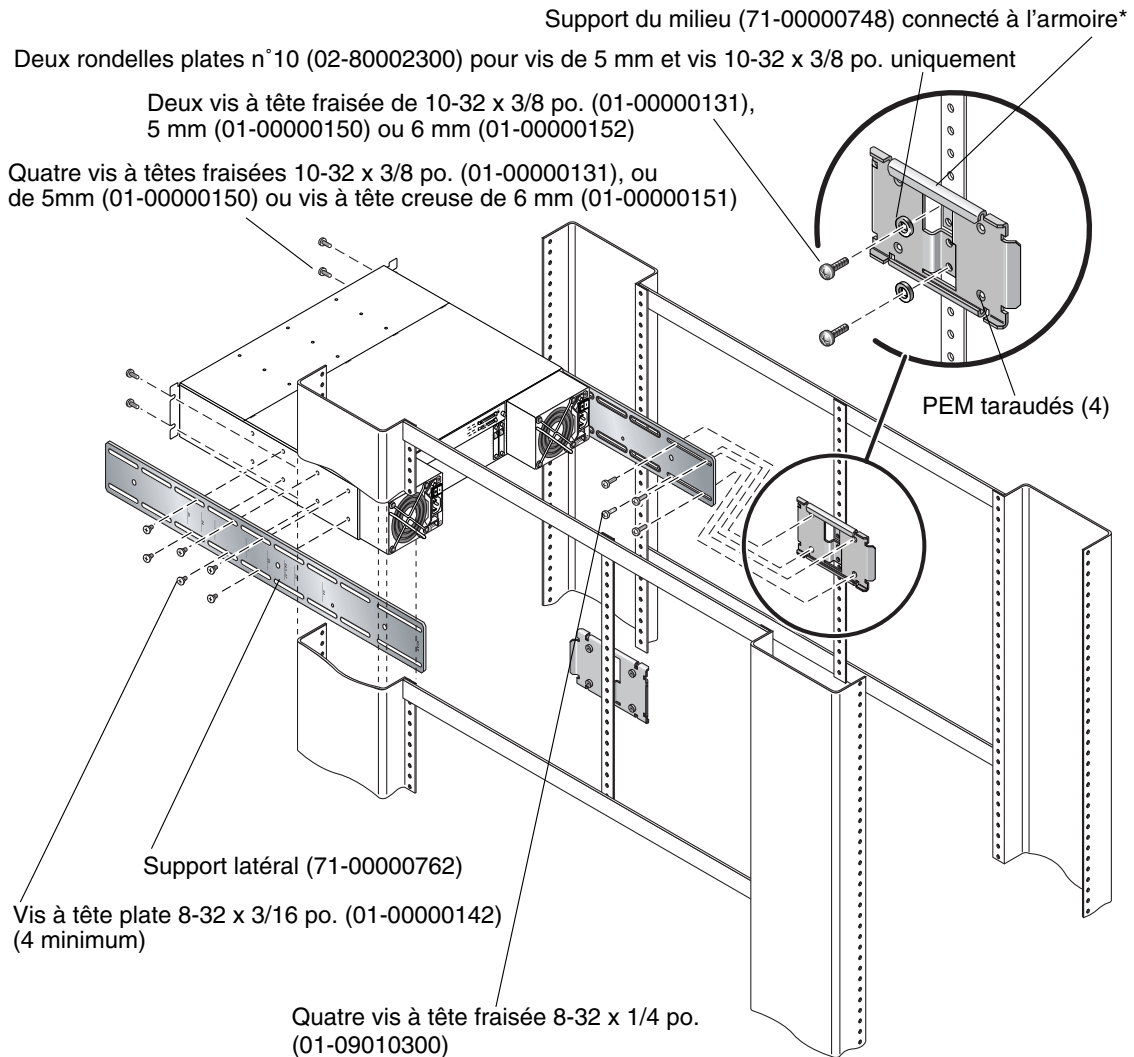

FIGURE 2-9 Montage en coffret à l'aide des supports du milieu
- a. **Insérez un minimum de deux vis au travers des fentes du support latéral et des trous du support du milieu. Voir la FIGURE 2-9.**